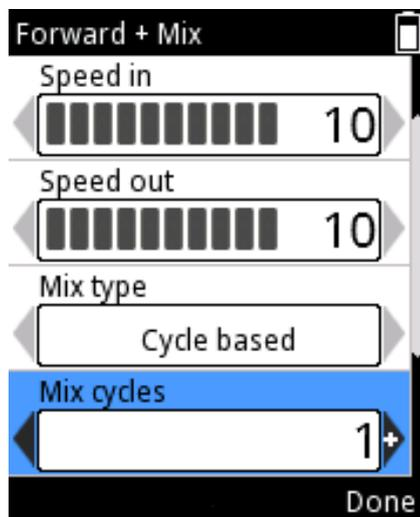

Abb. D30.
6. Definieren Sie die Anzahl der Mischzyklen für die zyklusbasierte Mischung unter **Mix cycles** mit  /  (siehe Abb. D30).